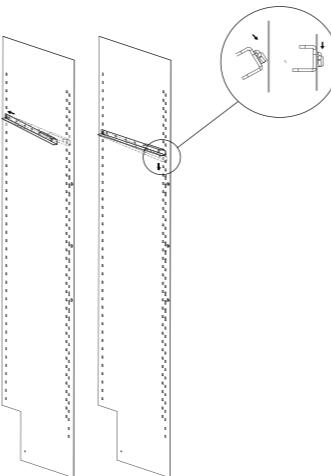

Abbildung 1
- Setzen Sie in die hierfür vorgesehenen Stangen 2 Führungsschienen ein. Platzieren Sie für jedes Regal eine Führungsschiene rechts und eine Führungsschiene links. (siehe Abbildung 1 und 2).
- Setzen Sie in die hierfür vorgesehenen Stangen 2 Führungsschienen ein. Platzieren Sie für jedes Regal eine Führungsschiene rechts und eine Führungsschiene links (siehe Abbildung 1 und 2).